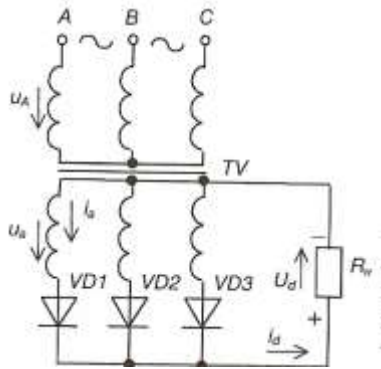

Рис. 2.3 – Трифазна схема з нульовим виводом (схема Міткевича)
- однопівперіодна з нульовим виводом, рис. 2.3 (схема Міткевича);
Задача 2.2. Виконати розрахунок параметрів схеми трифазного випрямляча (рис. 2.3, 2.4) згідно заданого варіанту (табл. 2.4). Визначити розрахункову потужність трансформатора, коефіцієнт трансформації, діюче значення струмів первинної і вторинної обмоток, діюче значення струму вентиля, максимальну зворотну напругу на вентилі і за довідником вибрати вентиль.
розрахункова схема випрямляча: рис. 2.3 - трифазна схема з нульовим виводом (схема Міткевича);